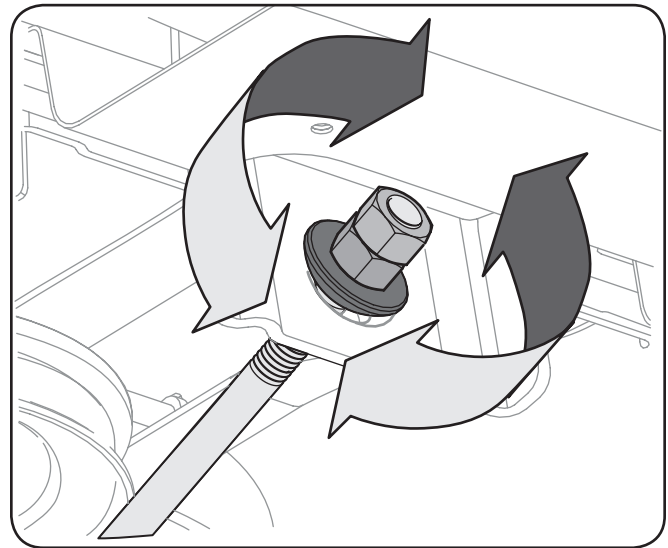

Figure 6-5
5. Pour relever l'avant du plateau de coupe, retirez le capuchon, desserrez l'écrou supérieur, puis resserrez l'écrou inférieur (vers le support de relevage). Voir Figure 6-5. Après avoir complété le réglage, resserrez l'écrou supérieur et remplacez le capuchon.
6. Pour abaisser l'avant du plateau de coupe, retirez le capuchon, desserrez l'écrou supérieur, puis desserrez l'écrou inférieur (en l'éloignant du support de relevage) Voir Figure 6-5. Après avoir complété le réglage, resserrez l'écrou supérieur et remplacez le capuchon.